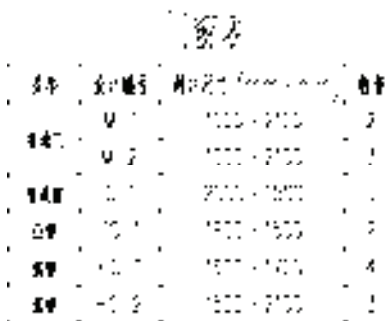

图 8-94 打开表行
- 1) 按〈Ctrl+O〉组合键，打开配套光盘提供的“第 8 章/8.4.7 删除表行.dwg”素材文件，结果如图 8-94 所示。